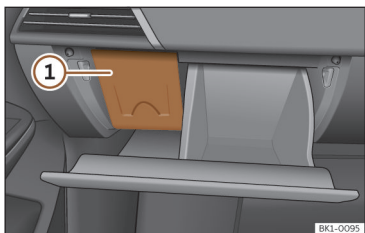

Fig. 170 Veicoli con guida a destra: coperchio della scatola portafusibili del cruscotto, sul lato passeggero.
- Rimuovere il coperchio dall'alto >>> **fig. 170** ①.